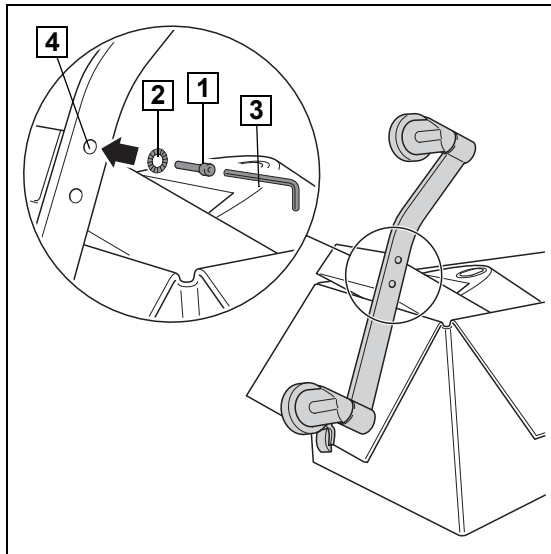

Fig. 7: Fußgestelle befestigen
- ☒ Grünen Punkt des Fußgestells (1) auf grünen Punkt des Grundgeräts (2) auflegen.
- ✓ Der längere Teil des Fußgestells (3) zeigt in Richtung Fußboden.
- ☒ Fußgestell vormontieren (►► Fig. 7).